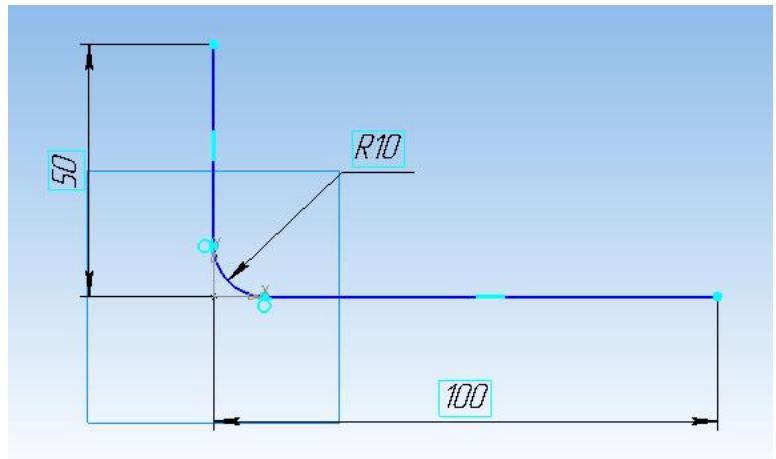

Рисунок 29 .
2. По размерам (рисунок 29) создаем эскиз на плоскости XY. Выйти из эскиза.